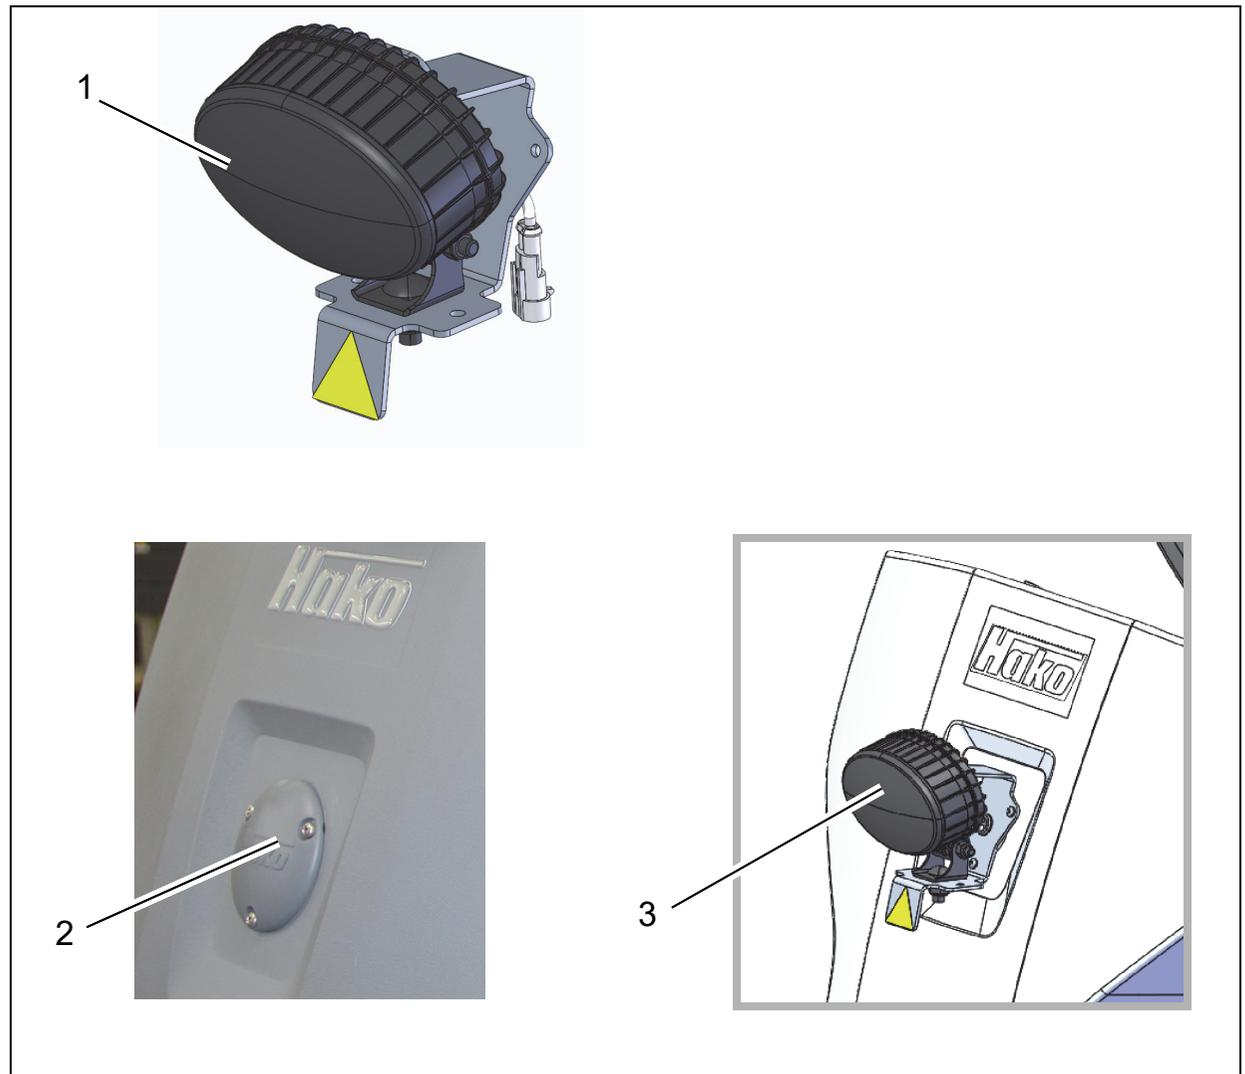

Abb. 1
1x Blue Spot vormont. (Abb. 1/1)
1. Abdeckung (Abb. 1/2) am Lenkturm demontieren (Schrauben und Dichtung werden wieder verwendet).
3. Vormontierten Blue Spot mit vorhandener Dichtung und EJOT-Schrauben am Lenkturm mit einem Anzugsdrehmoment von 1,1 Nm befestigen (Abb. 1/3).